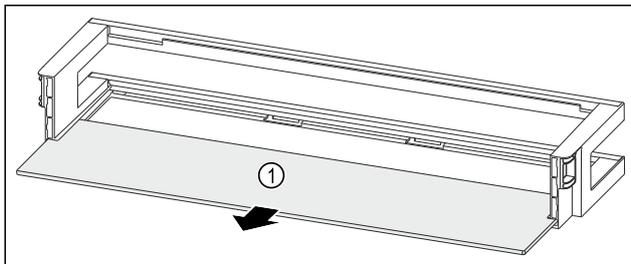

Fig. 118 Лотки на дверцятах з полицею
- ▶ Дістаньте полицю Fig. 118 (1).